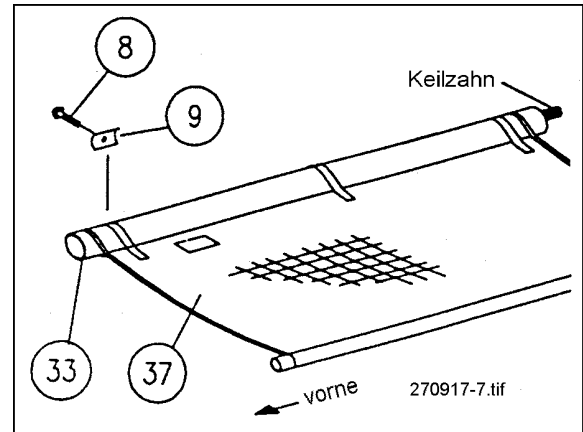

Abb. 8: Montage Walzrolle
8. Die Walze (33) und die Abdeckplane (37), wie in Abb. 8 gezeigt, werden mit selbstschneidenden Schrauben (8) und den Halteklemmen (9) verschraubt. Dazu bohren Sie durch die Halteschlaufen der Plane und in die Walzrolle ein ca. 3 mm großes Loch. Danach befestigen Sie die Plane mit den selbstschneidenden Schrauben und den dazugehörigen Halteklemmen. (s. Abb. 8)